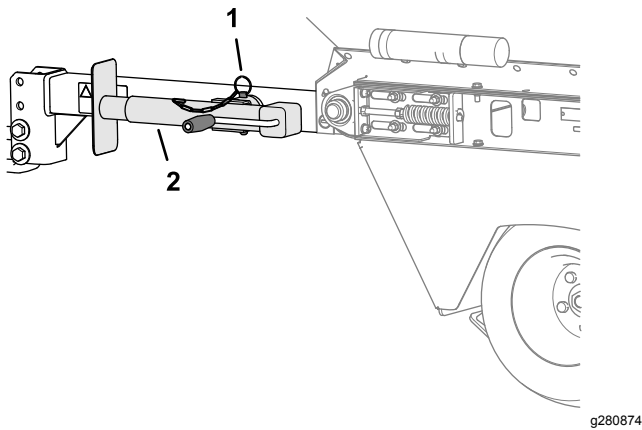

Figura 12
4. Ruotate il martinetto in orizzontale (Figura 12).
5. Fissate il martinetto al tubo di montaggio con il perno con testa (Figura 12).